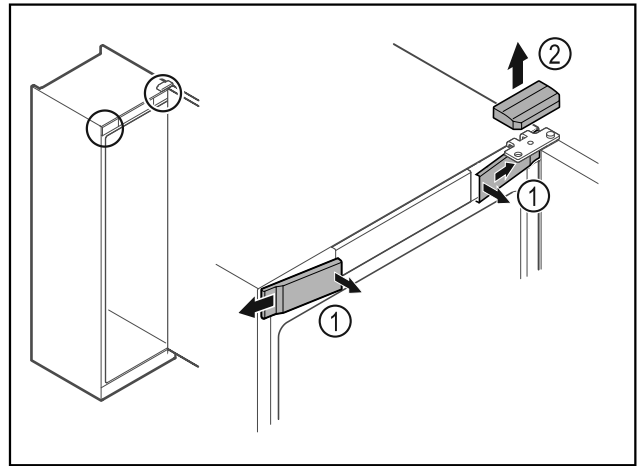

Fig. 11
- ▶ Pattintsa ki belül az elülső burkolatokat Fig. 11 (1), és tegye félre.
- ▶ Vegye le felfelé a felső burkolatot Fig. 11 (2).